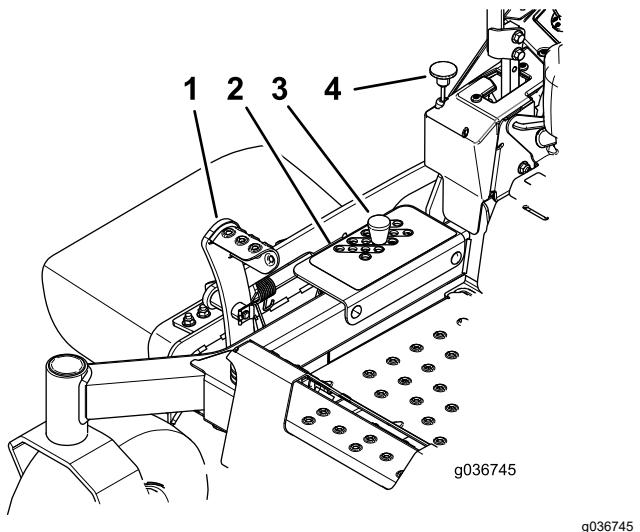

Figure 29
2. Appuyez sur la pédale de levage du plateau avec le pied et élévez le plateau à la position de TRANSPORT (qui est aussi la position de hauteur de coupe de 127 mm), comme montré à la Figure 29.
3. Retirez l'axe du support de hauteur de coupe (Figure 29).
4. Placez la goupille dans le trou du support correspondant à la hauteur de coupe voulue (Figure 29).